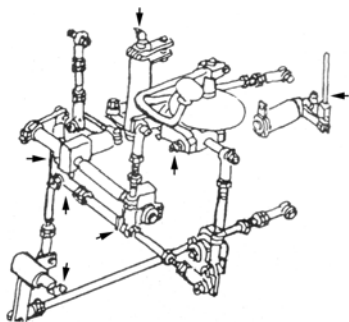

FIGURA 5-33
5. LUBRIFIQUE A ALAVANCA DE CONTROLE DA LÂMINA – 7 PONTOS (FIGURA 5-33).